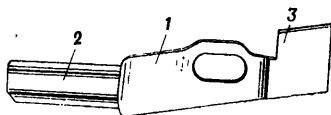

Рис. 65. Разобщик:
**Разобщик** (рис. 65) служит для разобщения спусковой тяги спуска от шептала после нажима на спуск и производства выстрела, для того